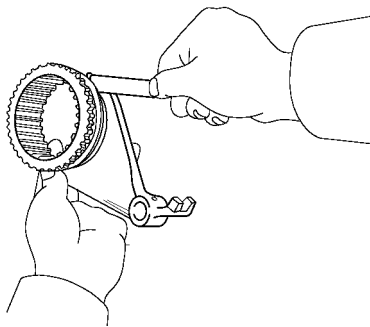

图 12-27 用塞尺测量 2 挡换挡叉和
(4) 测量 2 挡换挡叉和高、低轮毂衬套之间的间隙。使用塞尺测量 2 挡换挡叉和高、低轮毂衬套之间的间隙，如图 12-27 所示。